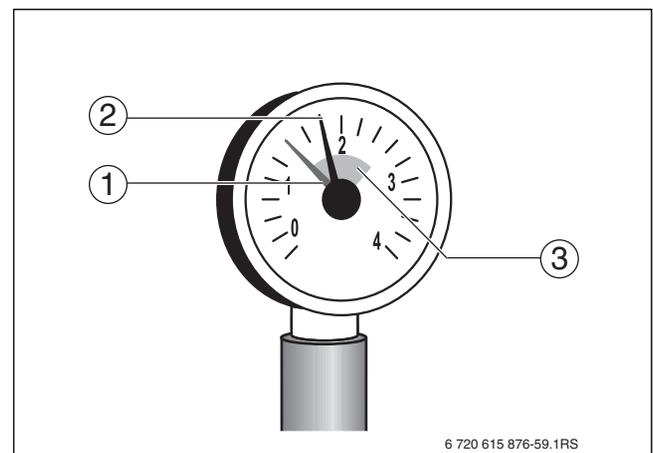

Bild 10 Manometer für geschlossene Anlagen
- ▶ Wenn der Betriebsdruck durch das Entlüften abfällt (siehe Einstellung roter Zeiger am Manometer → Bild 10, Seite 14), muss Wasser nachgefüllt werden.